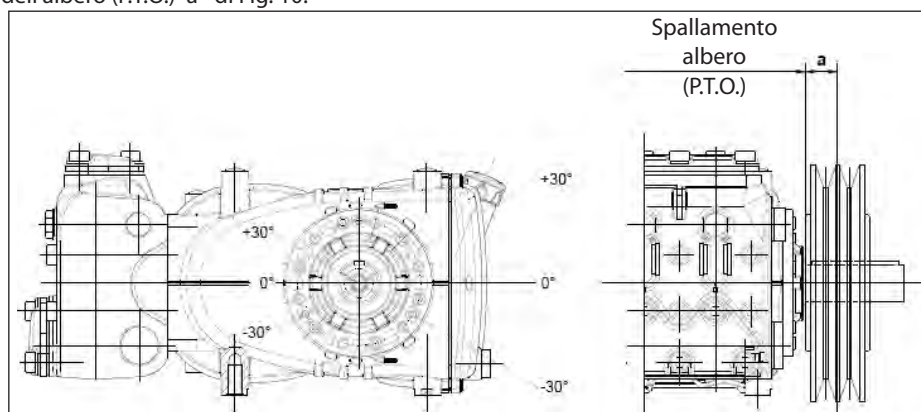

Fig. 10
Il carico radiale sull'albero non deve essere superiore a 3000 N (valore necessario per la definizione del Lay-out). La trasmissione è considerata adeguata se tale carico è applicato ad una distanza massima $a=30$ mm dallo spallamento dell'albero (P.T.O) come indicato in Fig. 10.
- b) Utilizzare cinghie ad alto rendimento - per esempio **XPB** invece di **SPB** - in quanto risulterà necessaria una quantità inferiore di cinghie a parità di potenza trasmessa ed una conseguente distanza inferiore della risultante rispetto allo spallamento dell'albero (P.T.O.) "a" di Fig. 10.
- e) Seguire la direzione del tiro cinghia come indicato in Fig. 10 per esigenze diverse contattare l'**Ufficio Tecnico** o **Servizio Assistenza Clienti**.